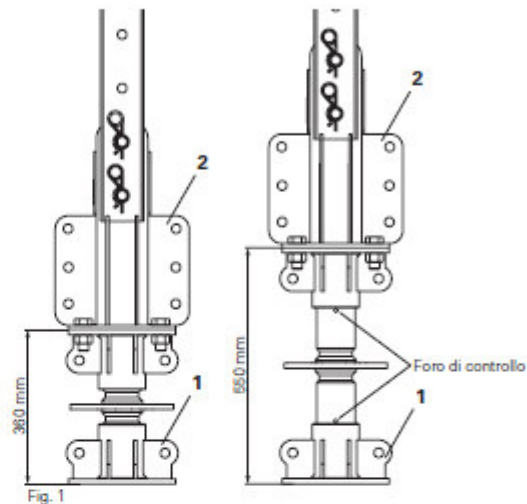

Fig. 1
L'albero regolabile ATS 360-550 (1) viene utilizzato per trasferire carichi derivanti dalla torre ALPHAKIT. Viene montato sotto il piede sostegno ATS (2). Ciò permette di regolare l'altezza della torre. L'albero regolabile ATS 360-550 (1) dispone di una estensione della lunghezza da 360 mm a 550 mm. (Fig. 1 + 1a)
Se i fori sono visibili è necessario prendere le misure adeguate (ad esempio svitando i mandrini di testa ATS), prima di caricare la torre, in modo da riportarsi in posizione corretta. (Fig. 1)